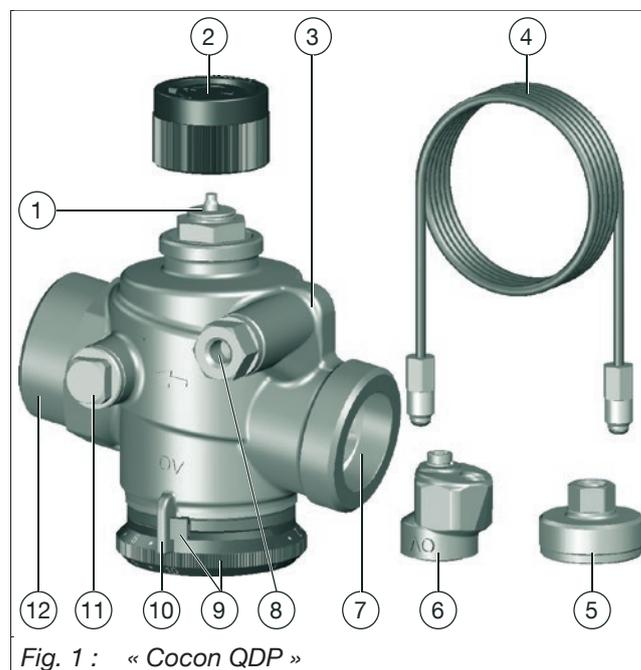

Fig. 1 : « Cocon QDP »
(1)	Retour
(2)	Aller
(3)	Installation
Des parties de l'installation peuvent être vidangées, remplies, rincées et purgées à l'aide du régulateur de pression différentielle «Cocon QDP» à l'état monté à l'aide d'un robinet de vidange et de remplissage à tournant sphérique (accessoire, réf. 1060191) qui se monte sur le raccordement G 1/4 (voir position (11) sur la Fig. 1) sur le côté sortie du régulateur.